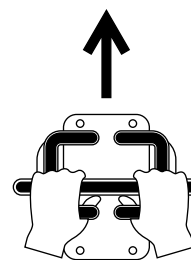

Figure 7
- Pour vous déplacer en marche avant, poussez les deux commandes de déplacement en avant (Figure 7).